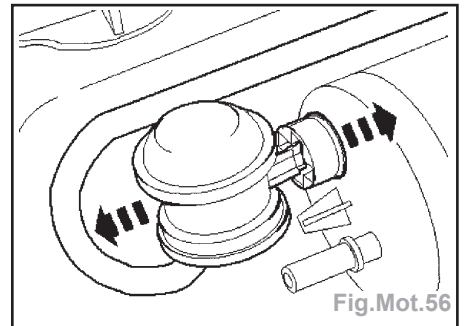

Fig.Mot.56
- Détacher le clapet de contre-pression de la cartouche à charbon actif en maintenant le couvercle contre la cartouche et tirer le clapet de contre-pression (Fig. Mot.56).